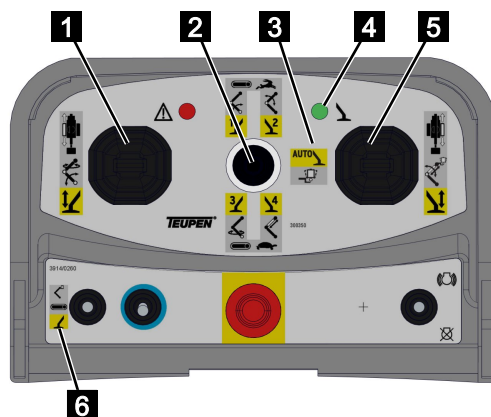

Abb. 108
2. Den Funktionswahlschalter auf [Stützenfunktion] (gelb) (Abb.108/6) stellen.
3. Den Vorwahlhebel (Abb.108/2) auf Automatik (Abb.108/3) stellen.
4. Mit den Steuerhebeln (Abb.108/1 und 5) die Stützen gemäß nachfolgender Tabelle bedienen.
5. Bei ordnungsgemäßer Abstützung leuchtet die grüne Leuchte (Abb.108/4) dauerhaft.